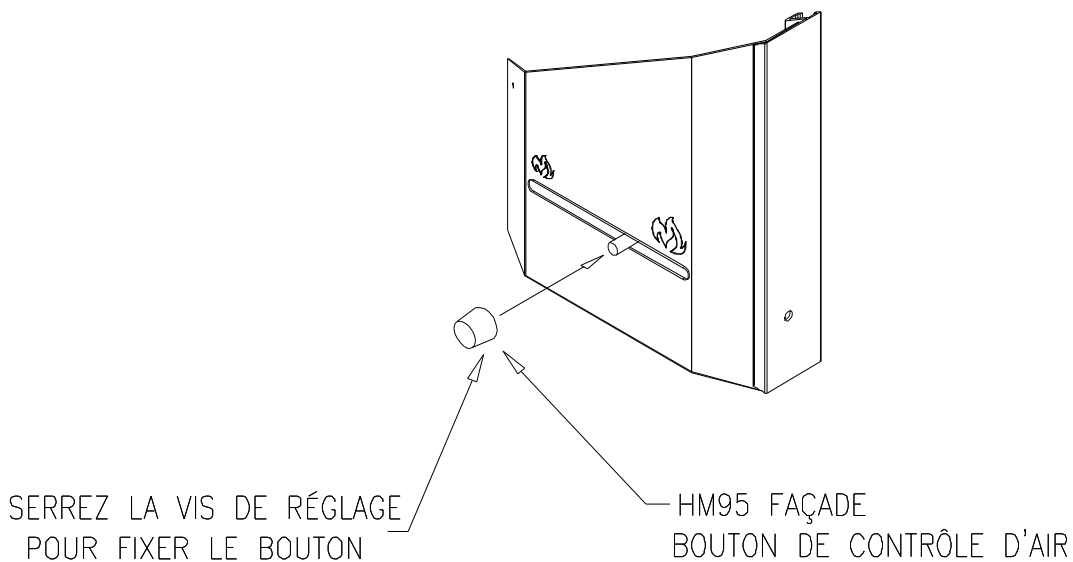

Figure 2.9h
10. Ajoutez le bouton de la tige de régulation d'air (Figure 2.9h).